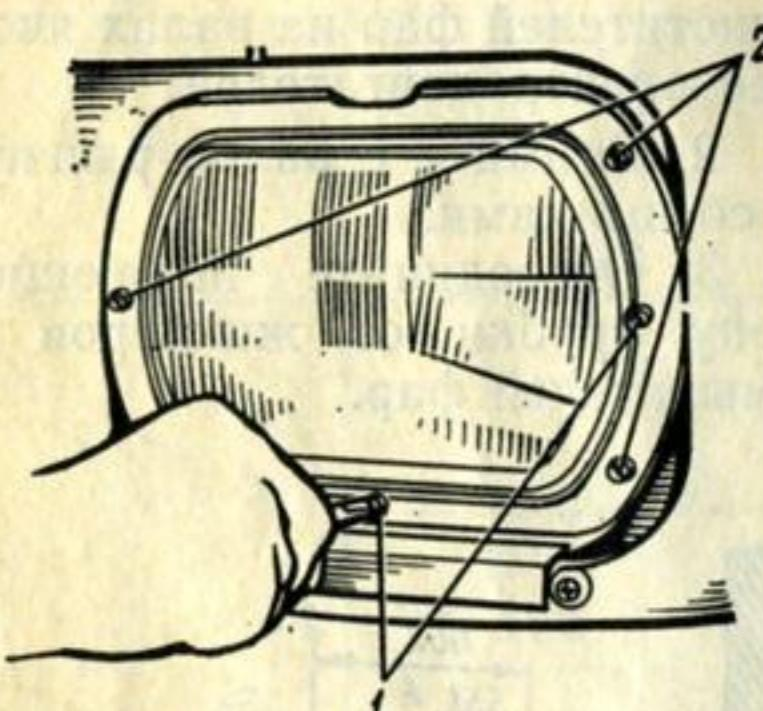
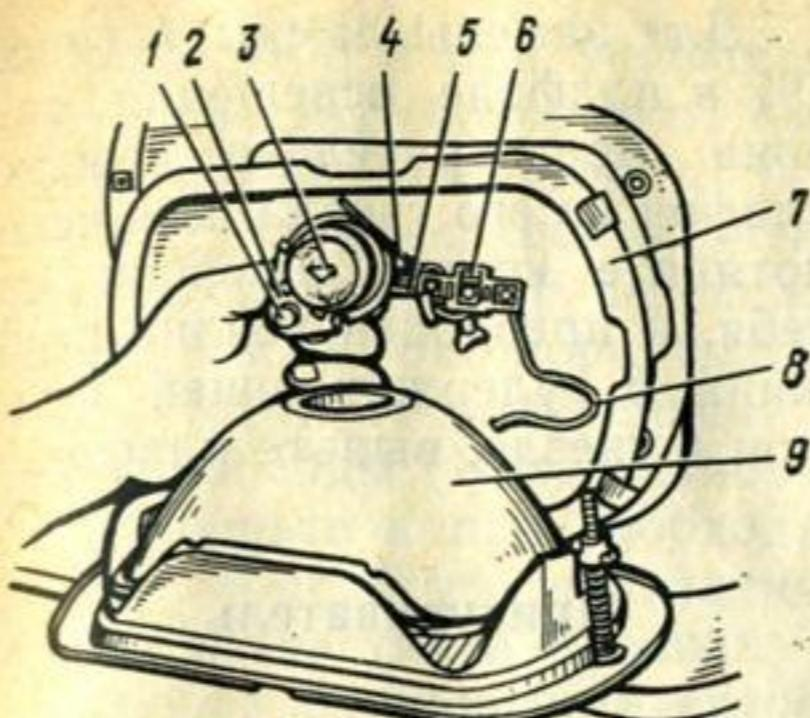

Рис. 73. Фара автомобиля:
Рис. 74. Замена ламп в фаре:
5. Отрегулируйте регулировочными винтами 1 (рис. 73) положение на экране светового пятна каждой фары.
После этого отверните три винта 2 (см. рис. 73), крепящих фару к кузову автомобиля, и выньте фару из кожуха 7 (рис. 74). Затем отсоедините колодку 6 от лампы 3 и штекерные соединители провода 5 от лампы 1 габаритного освещения и от провода 8 соединения с массой. Выведите из-под крючка, образованного вырубкой на рефлекторе, пружину 4 держателя 2 лампы и выведите лапки держателя из отверстий в рефлекторе. Затем снимите держатель 2 с пружиной 4 и выньте лампу 3 из